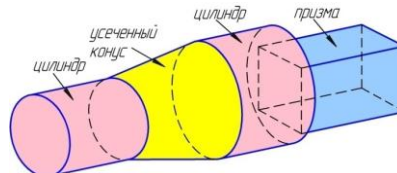

Рис. 1 Анализ формы детали
**Форма отчетности:** - на формате А3 построить три вида детали и объемное изображение с рисунка модели рис. 1. Образец выполнения рис. 1.